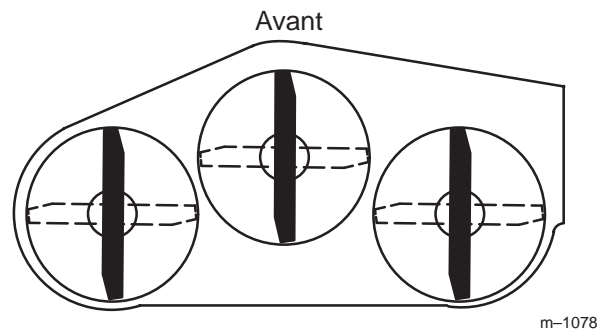
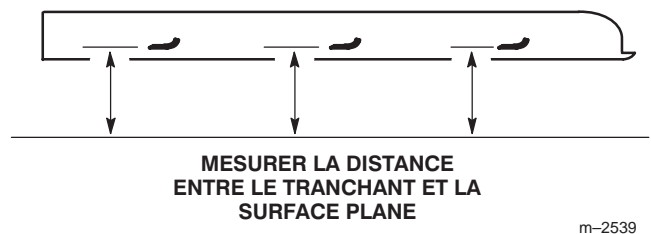

Figure 11
Figure 12
1. Tournez les lames pour qu'elles soient toutes dirigées dans le sens longitudinal (Fig. 11). Mesurez la distance entre la surface plane et le tranchant des lames (Fig. 12) et notez cette valeur.